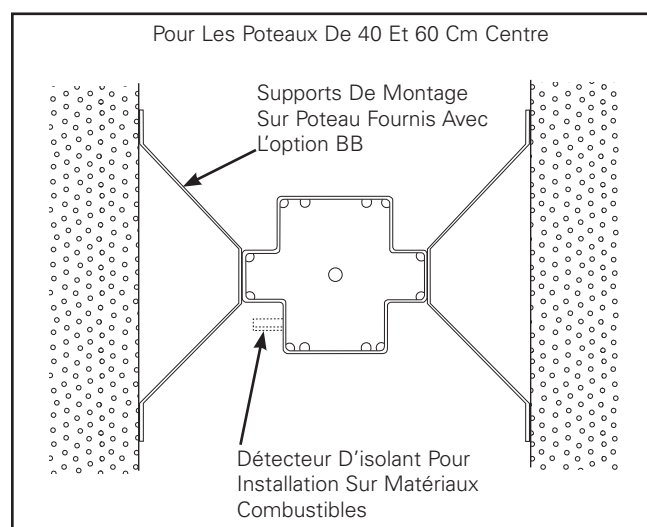

Figure 4. Montage Poteau/Boîte
2. Assurez-vous que le détecteur d'isolant est enclenché sur le côté inférieur de la boîte encastrée. Utilisez les supports de montage sur poteau fournis avec le dispositif pour sécuriser la boîte au pan à colombages. (Figure 4.). Ces supports sont utilisés pour des poteaux de 60 cm (24 po) centre, mais peut être pliés pour être utilisés avec des poteaux de 41 cm (16 po) centre. Le support offre un jeu de 2,5 cm (1 po) pour permettre l'ajustement avec la surface extérieure. L'extérieur de la surface frontale de la boîte doit être affleuré avec le fini extérieur du mur pour assurer une installation adéquate. Un matériau contre la vapeur (calfeutrage de silicone) doit être apposé autour du dispositif et le mur fini pour empêcher l'infiltration d'eau.